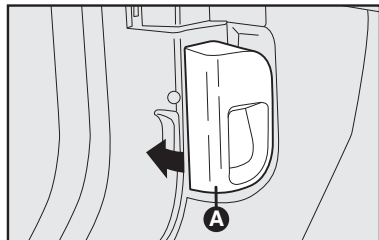

fig. 116
- 1) Tire de la palanca **A-fig. 116**.